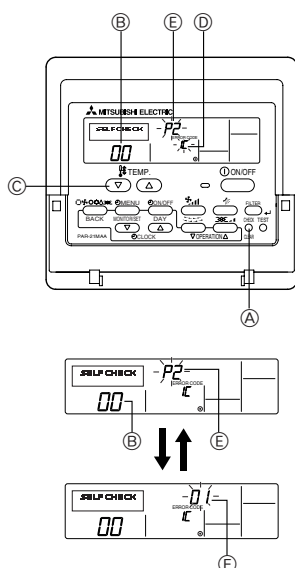

Fig. 7-2
7.3. Autoverificação (Fig. 7-2)